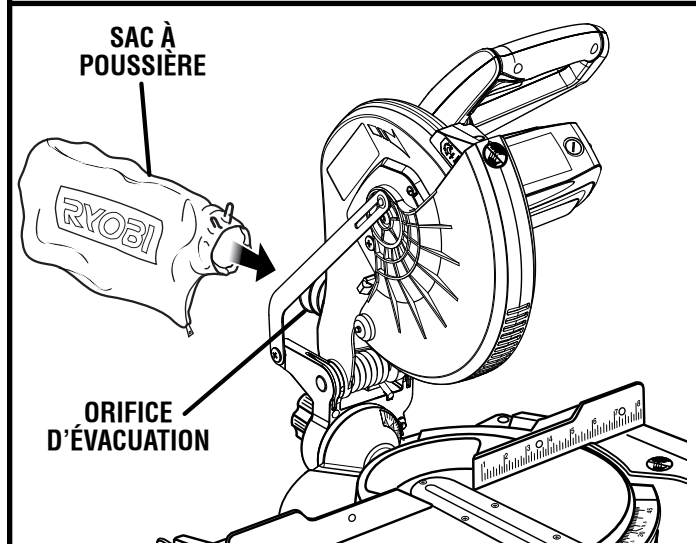

Fig. 10
Voir la figure 10.
- Engager la lame dans la garde inférieure et sur la broche. Les dents doivent être orientées vers le bas à l'avant de la lame, comme le montre la figure 10.